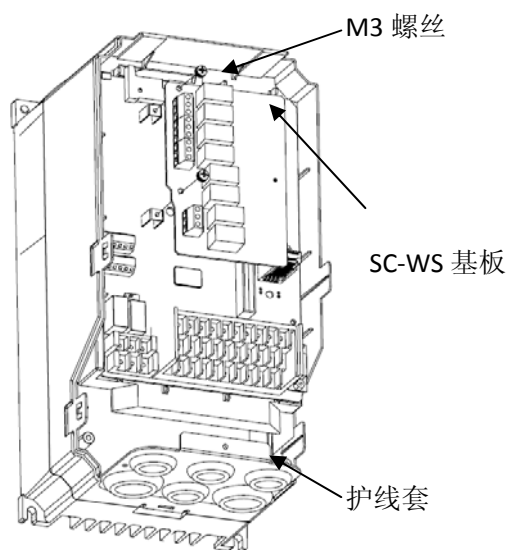

图 4
- 4、将 SC-WS 基板安装在主控板的插槽内，用 2 颗 M2 螺丝将其拧紧，然后将连接线安装在 SC-WS 基板对应的端子位置，将线引出从护线套内引出（图 4）。